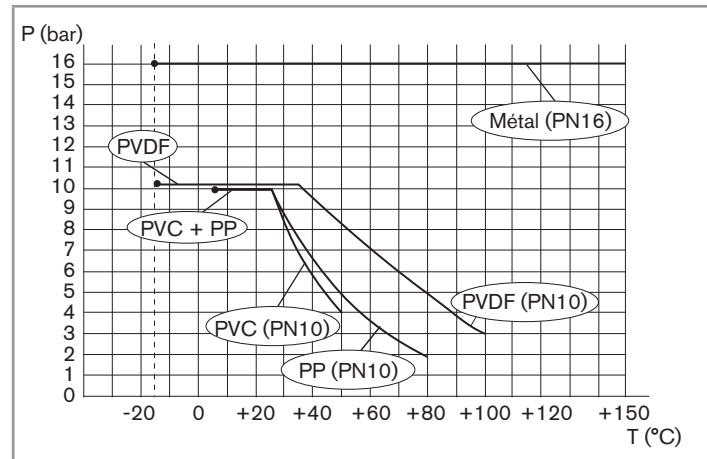

Fig. 7.1 : Courbes de dépendance température - pression du fluide, des raccords en T utilisés seuls
- Tenir compte de la dépendance température-pression du fluide selon la nature des matériaux du raccord (voir Fig.7.1) et de celle de l'appareil de mesure utilisé (voir le manuel utilisateur correspondant).